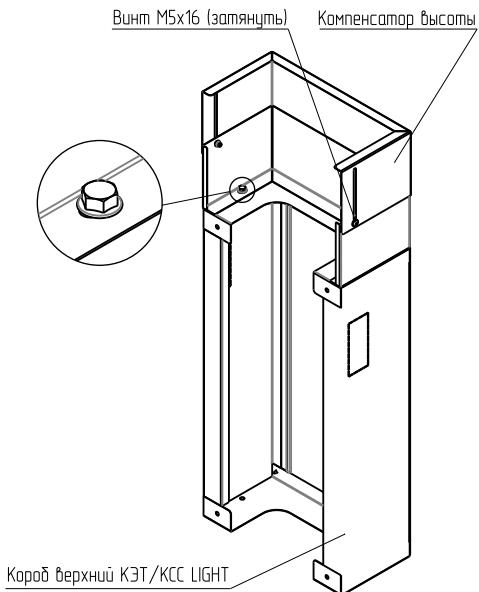

Рисунок 5
4.4.2 Установить компенсатор высоты на короб верхний КЭТ. Закрепить с помощью двух болтов фланцевых M6×14 и четырёх гаек M6 с фланцем (рисунок 5). Болтовое соединение согласно приложению А.
4.4.3 Поднять компенсатор высоты вверх до соприкосновения с поверхностью потолка и затянуть винты M5x16 (рисунок 5).